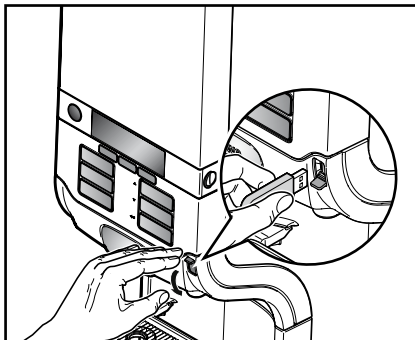

Bild 51
- Anslut medföljande USB-nyckel till USB-porten på apparaten (bild 51).